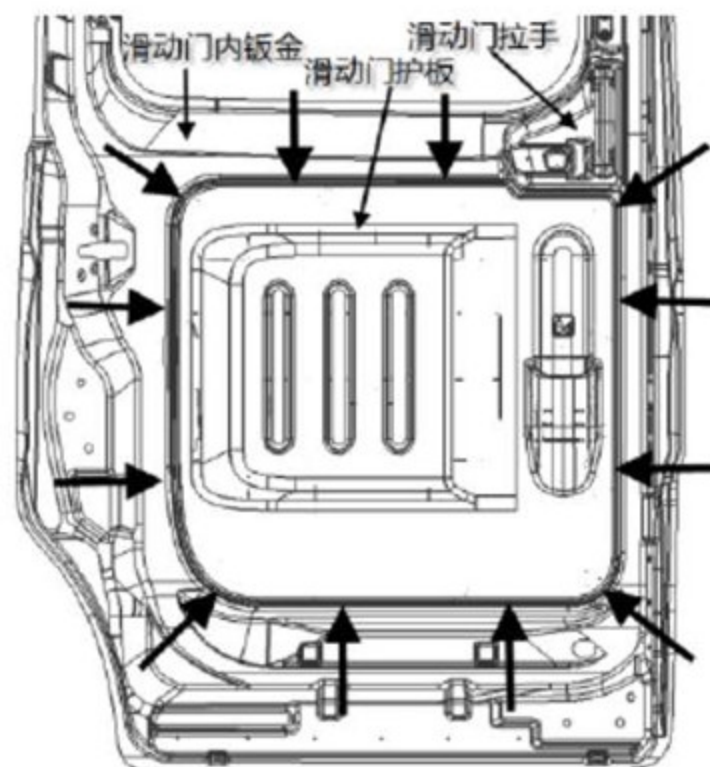

图 1.7.7 左后门护板的拆卸（半包）
(1) 先将滑动门拉手拆下；
(2) 沿着图 1.7.7 加粗箭头方向撬起卡扣，滑动门护板便可顺利取下。